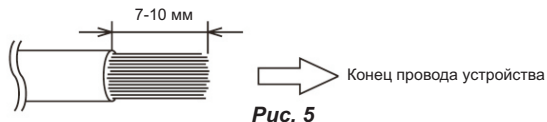

Рис. 5
2. Удалите 7-10 мм изоляции с концов проводов (Рис.5).